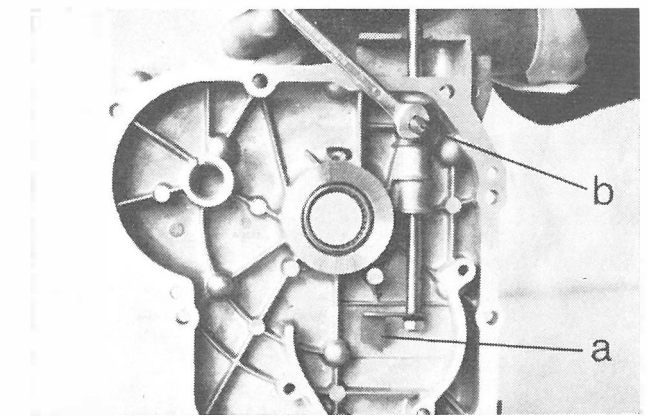
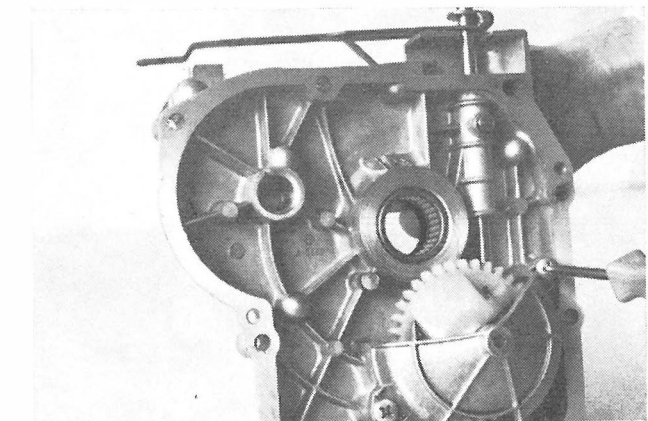

Fig. 68
Fig. 69
- Monter l'axe levier régulateur (Fig. 68) et le bloquer avec le boulon (b) et la rondelle. Le boulon introduit dans l'entaille de l'axe en assure la position correcte. L'axe doit tourner sans frottements; pour éliminer des éventuels durcissements ajouter une seconde rondelle.
- Fermer les vis avec « Loctite » (Fig. 69).
- Insert governor spindle through case, and tighten screw, which controls spindle up and down movement, through a groove in the spindle. Check that spindle rotates smoothly, add another washer if screw brushes against groove (Fig. 68).
- Secure support by tightening screws and locking them with "Loctite" (Fig. 69).
- Reglerhebelwelle einbauen, Abb. 68 und sie durch Bolzen (b) und Scheibe befestigen.
- Hebel (1) einbauen. Lagerung mit Reglerzahnrad einbauen.
- Schrauben mit « LOCTITE » befestigen (Abb. 69).